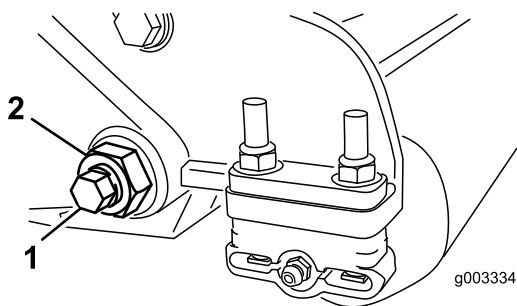

図 30
3. ベッドバーボルト 図 30 を固定しているロックナット機体両側をゆるめる。
4. 各ベッドバーボルトを抜いて、ベッドバーを下に引き抜いて外せるようにする 図 30。